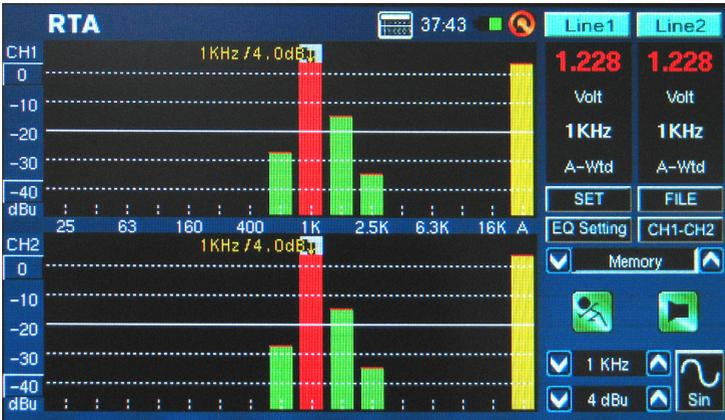

图 30
5. 您可读取任意独立声道或同时读取所有频率的电平(图30)。选择屏幕上您想要的频率段以获取更清晰的频率信号属性图示。具体信息请参考屏幕右上角的显示。